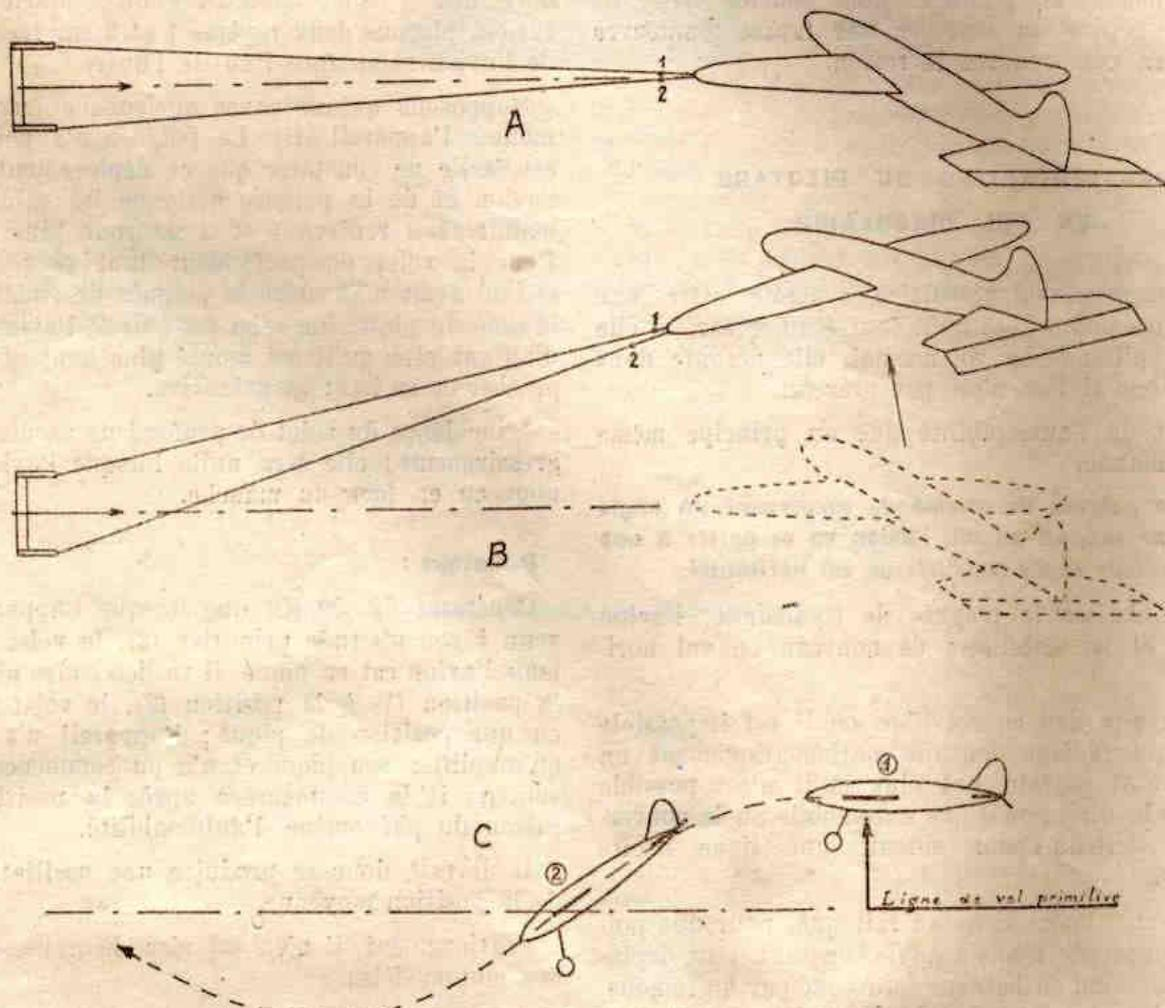
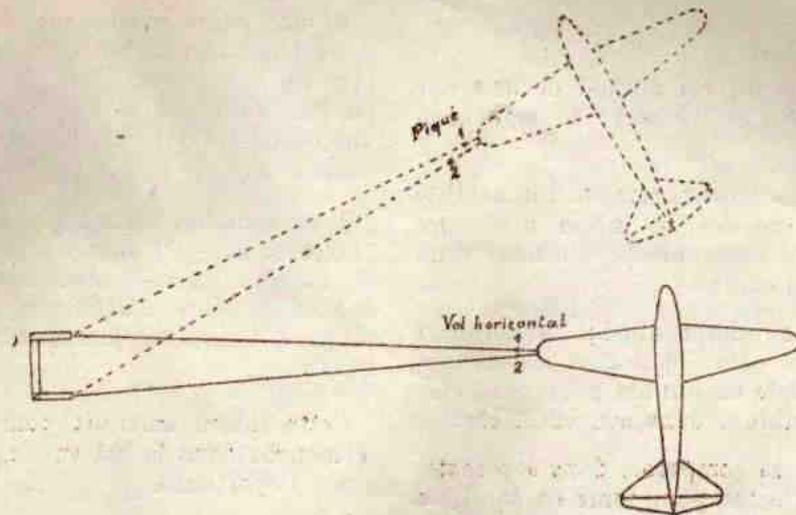

FIG. 29. — Autostabilité en vol circulaire contrôlé.
FIG. 30. — Défaut du pilotage manche horizontal (vue en plan).
Prenons un exemple et examinons ce qui se passe fig. 29 (A). Le manche est vertical et l'avion en vol horizontal à même hauteur. Pour la clarté de l'explication, plaçons deux repères 1 et 2 sur les câbles près de l'avion et en face l'un de l'autre.
Constatez fig. 29 (C) que lorsque l'appareil est revenu à son altitude primitive (2), le volet est à zéro mais l'avion est en piqué, il va descendre plus bas. De la position (1) à la position (2), le volet a toujours eu une position de piqué ; l'appareil n'a donc fait qu'amplifier son piqué et n'a pu commencer une ressource ; il la commencera après la position (2), en raison du phénomène d'autostabilité.
Enfin, il est très difficile de piloter de cette façon. On est quelquefois tenté de coucher le manche vers la gauche, on a l'impression de tirer l'avion, ce qui est faux. Si l'on tire trop en avant, l'avion cabre, et surtout, si au contraire, pendant une fraction de seconde on immobilise la poignée au lieu de suivre l'appareil dans son mouvement circulaire, cela produit un piqué instantané (fig. 30) selon le raisonnement développé pour la figure 29. L'appareil est en miettes avant qu'on ait le temps de réagir.